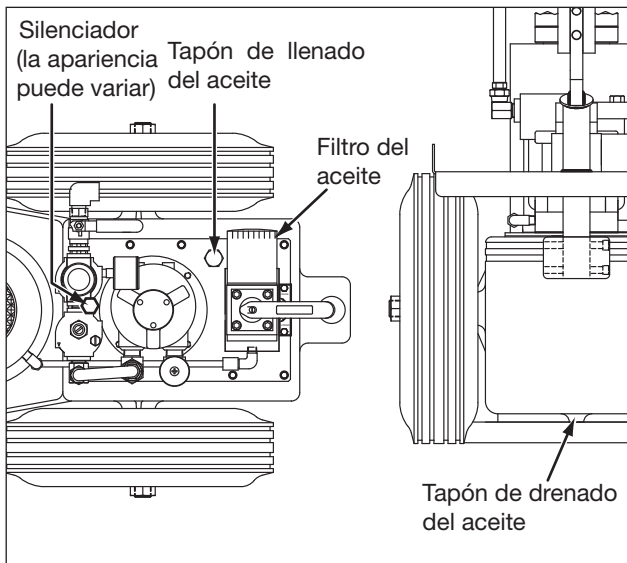

Figura 6, Cambio del aceite
6.2 Cambio del aceite (véase la Figura 6)